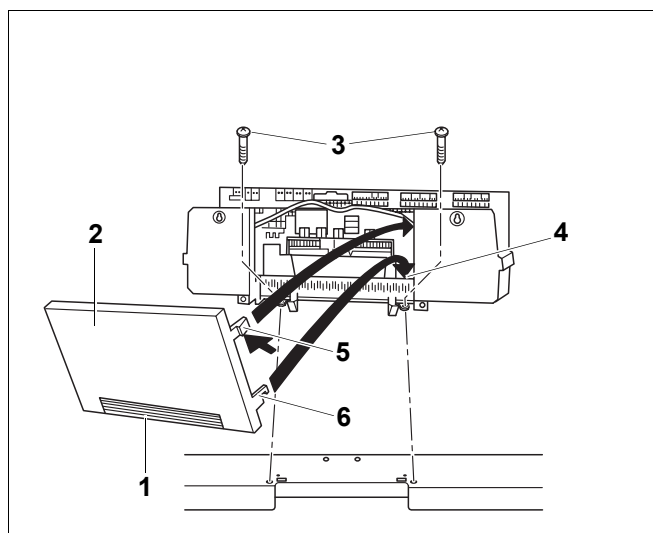

Рис. 20 Крепление системы управления Logamatic 4000
- Снимите заднюю стенку (рис. 20, **поз. 2**).
При необходимости можно выломать или вырезать заглушку (рис. 20, поз. 1) на задней стенке (рис. 20, поз. 2) системы управления.
- Установите оба нижних крюка (рис. 20, поз. 6) справа и слева на задней стенке (рис. 20, поз. 2) шлицом на верхнюю кромку рамки с хомутами.
- Слегка нажмите верхние эластичные крюки (рис. 20, поз. 5) внутрь (по стрелке) и вставьте заднюю стенку (рис. 20, поз. 2) так, чтобы оба крюка защелкнулись.
- Установите крышку клеммного щитка и закрепите ее 2 винтами (рис. 20, поз. 3).